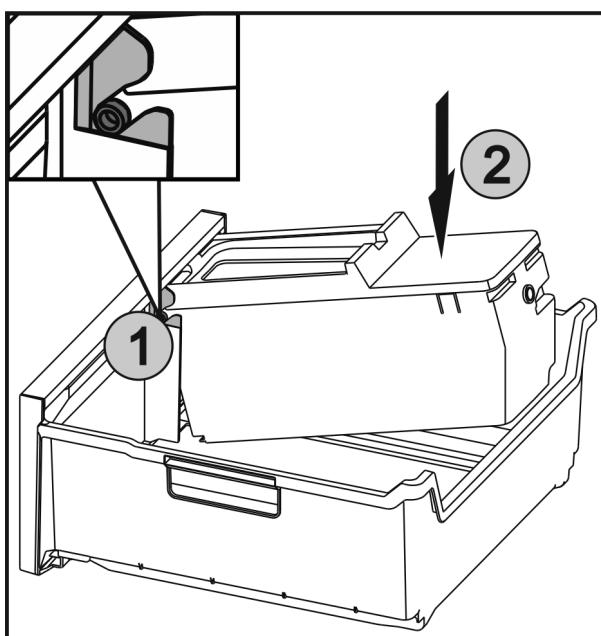

Fig. 53
- ▶ Gredi Fig. 53 (1) predala EasyTwist-Ice vstavite v vodila in zadnjo stran Fig. 53 (2) pritisnite, tako da se spona zaskoči.